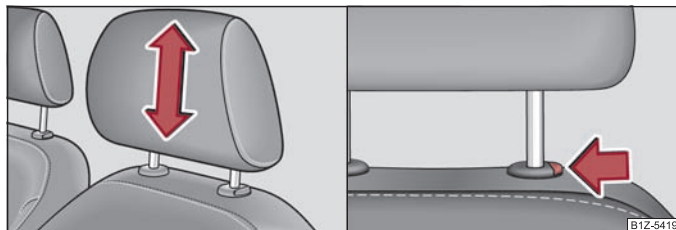

Abb. 58 Kopfstütze: Einstellen / Herausziehen
- Fassen Sie die Kopfstütze seitlich mit beiden Händen an und schieben Sie sie je nach Wunsch nach oben ⇒ Abb. 58 - links.
- Möchten Sie die Kopfstütze nach unten verschieben, drücken und halten Sie die Sicherungstaste mit einer Hand gedrückt ⇒ Abb. 58 - rechts und mit der anderen Hand drücken Sie die Kopfstütze nach unten.
- Drücken Sie die Sicherungstaste in Pfeilrichtung ⇒ Abb. 58 - rechts und ziehen Sie die Kopfstütze heraus.